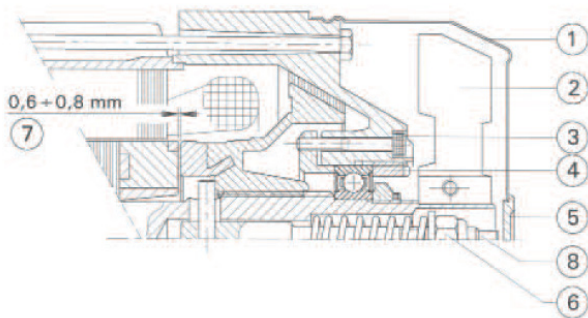

FIG.5
8.3 EINSTELLUNG DER MOTORBREMSE (Abb.5)